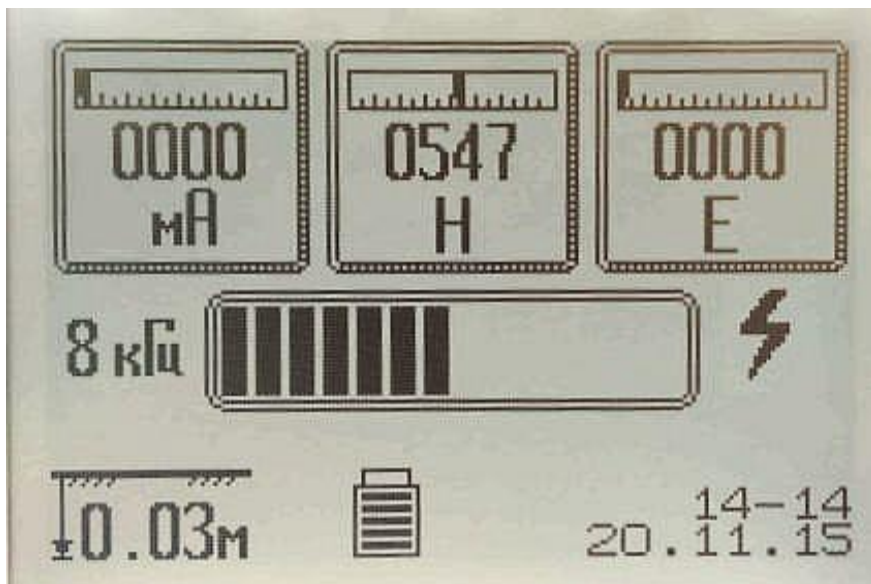
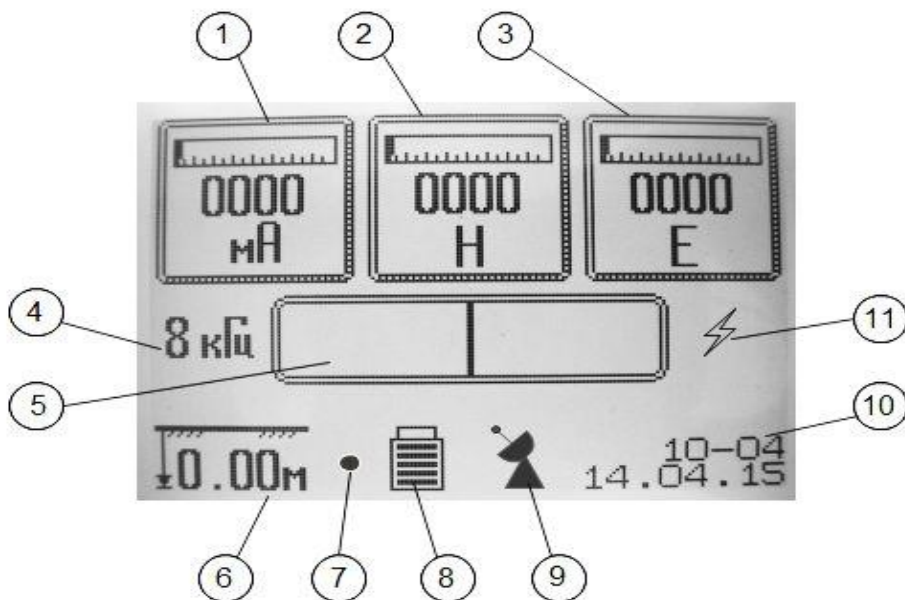

Рисунок 4.3
Рисунок 4.4
5.10 В начале трассировки необходимо ориентироваться на показания Н-поля (рисунок 4.3). На экране будет выводиться «полоска уровня», позволяющая оценивать момент приближения к оси трассы по количеству рисок. Чем больше отклонение полоски уровня и показания Н-поля, тем ближе оператор к оси трассы. После нахождения оси коммуникации, дальнейшая трассировка происходит по маркеру наведения (поз.5 рисунок 4.4).
5.11 Наблюдение всех определяемых величин производить по дисплею приемника (рисунок 4.4):